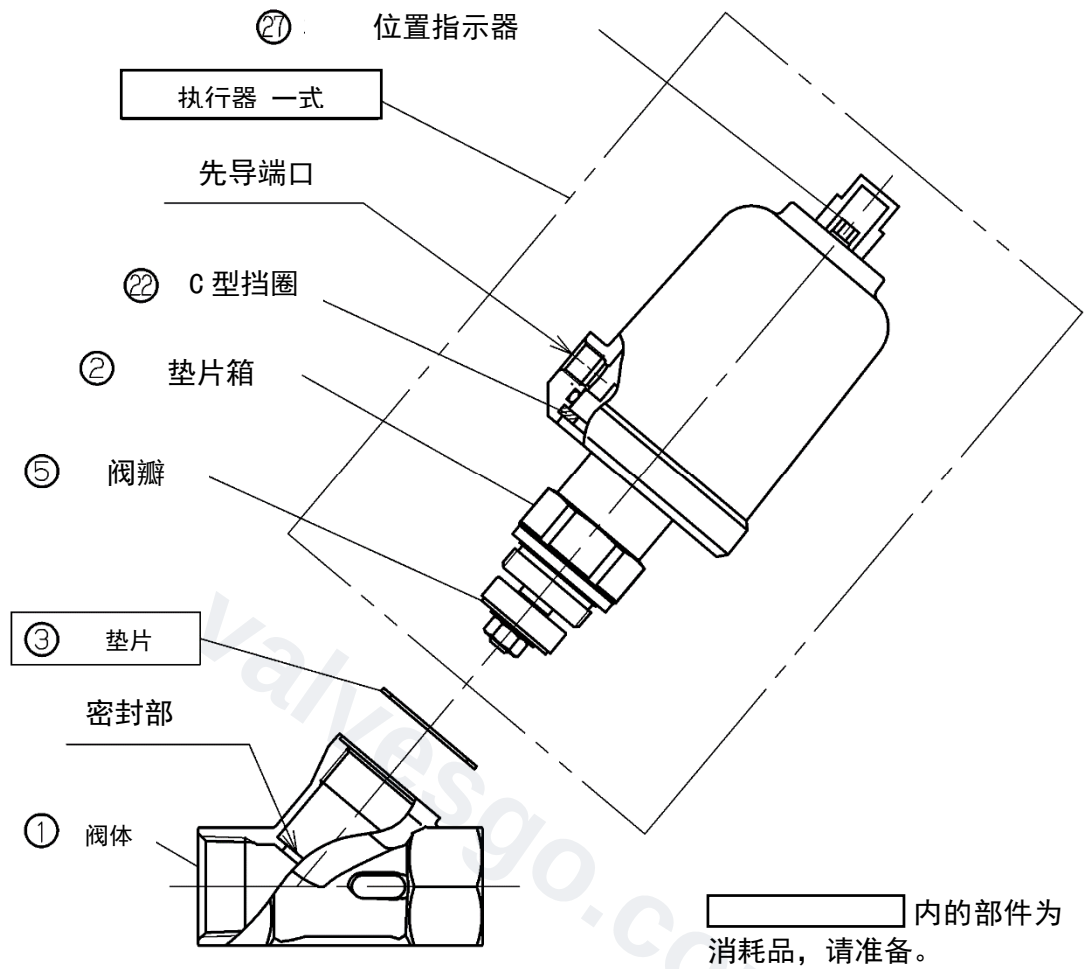

图 7. 分解图
阀瓣⑤和阀体①的密封（参考图 7）部咬合异物。	请清扫阀瓣⑤和阀体①的密封部（参考图 7）。
阀瓣⑤阀体①的密封（参考图 7）部有伤痕。	阀瓣⑤有伤痕时，请交换执行器一式。 阀体①的密封部（参考图 7）有伤痕时，请交换产品。
- (1) 请确认阀瓣⑤和阀体密封部（参考图 7）无损伤。